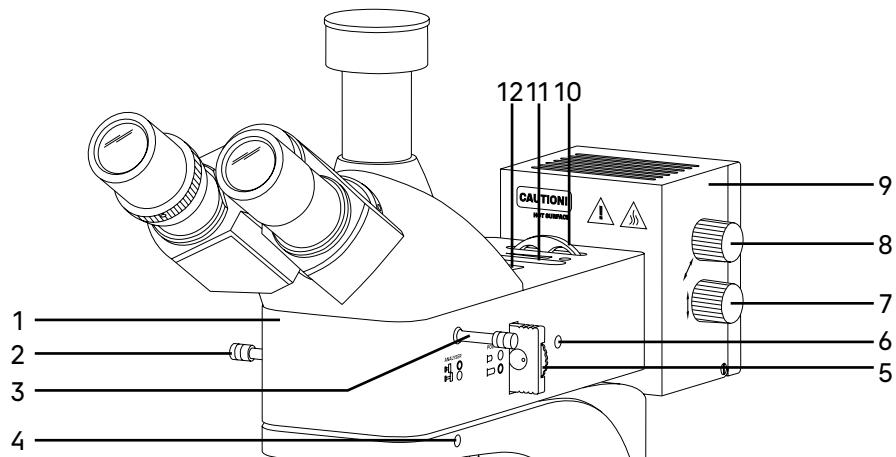

Рис. 4. Насадка осветителя отраженного света
Осветитель отраженного света представлен на рис. 4.
Корпус насадки 1 (рис. 4) устанавливается сверху на штатив микроскопа и закрепляется винтом 4 (рис. 4) при помощи ключа-шестигранника. В корпусе насадки располагаются:
- устройство простой поляризации – вращающийся поляризатор 5 (рис. 4) и встроенный анализатор 3 (рис. 4);
- полевая диафрагма 12 (рис. 4) и апертурная диафрагма 11 (рис. 4);
- несъемное кольцо с набором цветных фильтров 10 (рис. 4) имеет пять положений: свободное отверстие и 4 фильтра – матовый, желтый, зеленый и синий;
- рукоятка 2 (рис.4) для переключения на режим отраженного/проходящего света (MAGUS Metal 600) – для переключения на режим проходящего света (для исследования прозрачных и полупрозрачных пленок и фильтров) выдвиньте рукоятку 2 (рис. 4) до упора, а для переключения на режим отраженного света (для освещения непрозрачных образцов, таких как металлы и сплавы, для исследования поверхности образца с целью выявления его текстуры, микроструктуры и обнаружения дефектов) установите ее в крайнее вдвиннутое положение.
— рукоятка 2 (рис.4) для переключения на режим светлого/темного поля (MAGUS Metal 600 BD) – для улучшения контраста и детализации изображения образцов, что позволяет лучше изучать их микроструктуру (Режим светлого поля дает достоверное увеличенное изображение объекта. Режим темного поля: для наблюдения объекта в рассеянном свете, который дает контрастные изображения границ зерен и дефектов поверхности, невидимых в светлом поле). Для работы микроскопа по методу темного поля выдвиньте рукоятку светлого/темного поля 2 (рис. 4) в положение **HDF**, а для работы по методу светлого поля убедитесь, что она установлена в задвиннутое положение **HBF**.
Поляризатор 5 (рис. 4) расположен в корпусе насадки между источником света и объективами. Поляризатор имеет два положения – свободное отверстие и поляризационный фильтр. Поляризатор вращается в диапазоне 0–360°. Чтобы ввести поляризатор в оптическую ось, следует вставить устройство до конца. Поляризованный свет передается через объектив на объект.
Анализатор 3 (рис. 4) расположен между объективом и визуальной насадкой. Анализатор имеет два положения – свободное отверстие и поляризационный фильтр. Чтобы ввести анализатор в оптическую ось, следует вставить устройство до конца.
Фонарь лампы 9 (рис. 4) крепится на насадку 1 (рис. 4). Внутри фонаря располагается источник света – галогенная лампа. Центрировка лампы по трем осям осуществляется рукоятками 15 (рис. 2) и 7, 8 (рис. 4). Галогенная лампа нагревается, поэтому корпус фонаря имеет решетку для естественного охлаждения источника света.
Процесс установки (монтажа) показан на рис. 4.